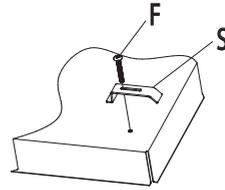

Fig. 10
- O kit de fixação que acompanha o produto é composto de suportes especiais e parafusos [Fig. 10 - “S” e “F”] e material para evitar a infiltração de líquidos no tampo [massa de calafetar para isolamento].
Na parte inferior deve ser encaixado o suporte “S” [Fig. 10].